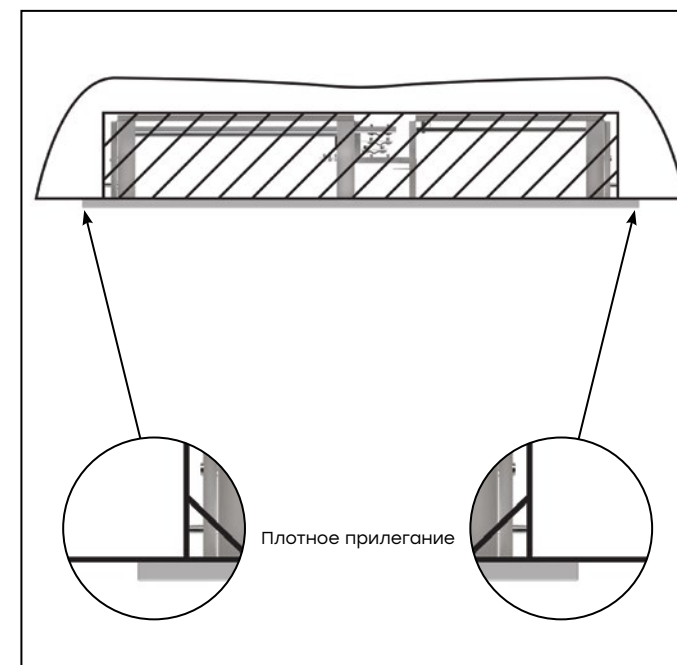

Рис. 6
2.1 Корпус Щита этажного вставьте в нишу жилого здания. Края отбортовки фасадной рамки корпуса должны плотно прилегать к стене (Рис. 6).